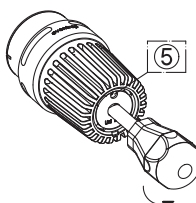

Abb. 2
2. Mit dem Einstellschlüssel (Art.-Nr. 101 14 97) die Einstellschraube so weit drehen, bis die entsprechende Merkhzahl oder ein Teilstrich im Sichtfenster zu erkennen ist (Abb. 2).
2. Thermostat mit Einstellschlüssel (Art.-Nr. 101 14 97) durch die stirnseitige Bohrung nach links bis zum Anschlag („5“) drehen (Abb. 2).